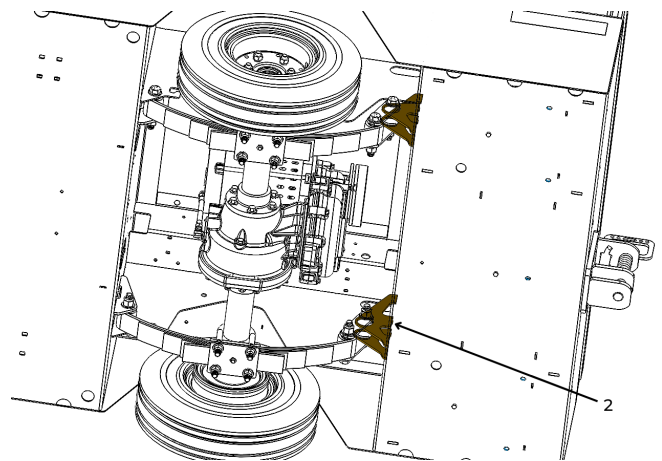

Figure 42. Plaques de montage de la suspension arrière.
- Plaques de montage de la suspension arrière (2) (voir figure 42).